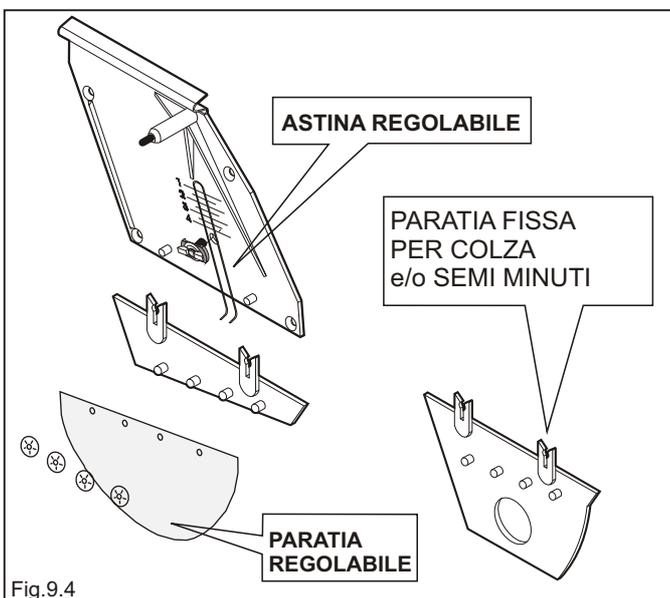

Fig.9.4
4. Перегородка регулируется посредством смещения размещенной на крышке пружины (рис.9.4);